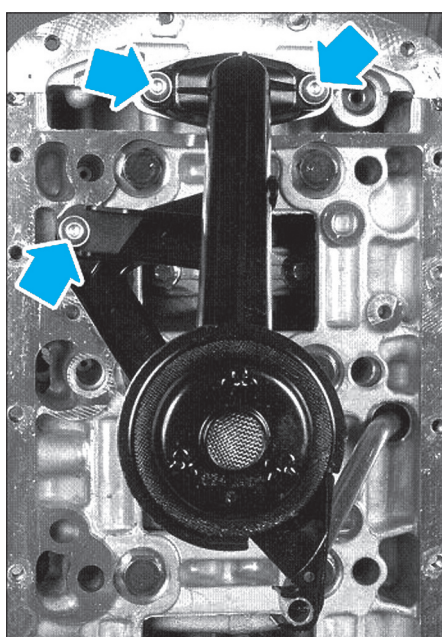

FIG. 35
- les vis de fixation de la crépine (Fig.35),